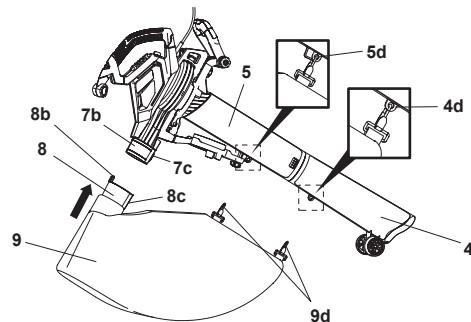

Fig. 6
- Alinee e inserte la pestaña (8b) del conector de la bolsa en el puerto de la bolsa recolectora (7b) e insértela hasta el tope. Asegúrese de que el botón de bloqueo (7c) encaje en el orificio de ubicación (8c) (Fig. 6).
- Coloque dos clips de sujeción (9d) en los ganchos de la bolsa (4d/5d) en el tubo de aspiración inferior (4) y en el tubo de aspiración superior (5).
**⚠ ATENCIÓN:** Utilice siempre el producto con la bolsa recolectora (9) colocada al aspirar para protegerse de los residuos que salen despedidos y evitar lesiones. ¡No utilice este producto con una bolsa recolectora dañada o sin ella!